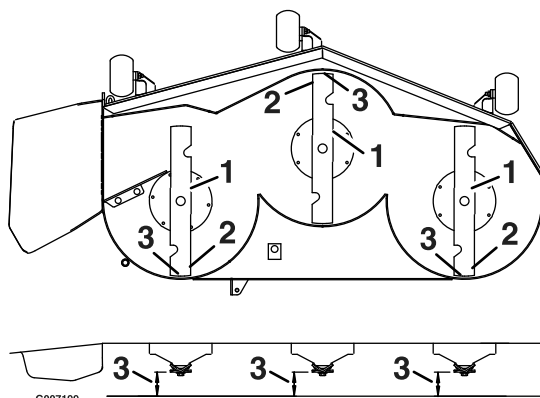

Bild 70
3. Drehen Sie die Messer vorsichtig, sodass sie in Längsrichtung zeigen (Bild 70).
4. Messen Sie zwischen der Messerspitze vorne und hinten und der ebenen Fläche (Bild 70).